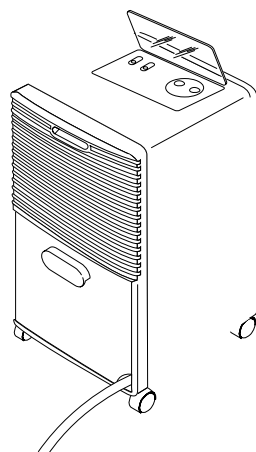

Fig. 3
- 5) Reinserrire la tanica (Vedi fig. 3)